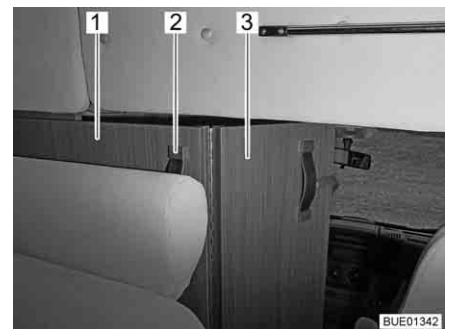

Fig. 57 Separazione cabina di guida
- Afferrare la separazione cabina di guida (Fig. 57,1) dall'impugnatura (Fig. 57,2) e tirarla verso l'interno, finché il bordo della separazione cabina di guida si trova all'incirca all'altezza dello schienale dei sedili (Fig. 57).
- Aprire la parte ribaltabile della separazione cabina di guida (Fig. 57,3) tra i sedili della cabina di guida.